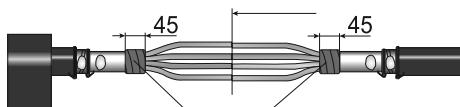

Рисунок 6
4.18 Закрыть «корешки» разделок кабелей герметиком гидрохим-защиты с одинаковым заходом на металлическую оболочку и изоляцию жил, постепенно удаляя разделительную бумагу и вытягивая герметик до половины начальной ширины (рисунок 6). Использовать короткие ленты герметика по одной на «корешок».